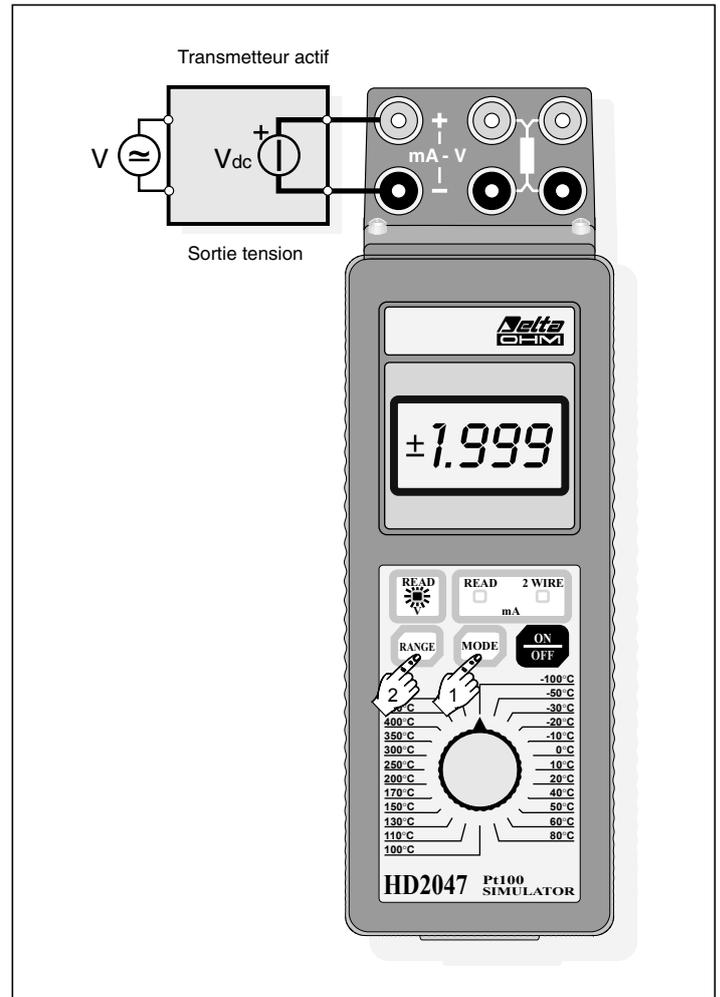

Fig. 1 Mesure de tension continue
Procédure (voir fig.1):
- relier les fils aux douilles conformément à la fig.1;